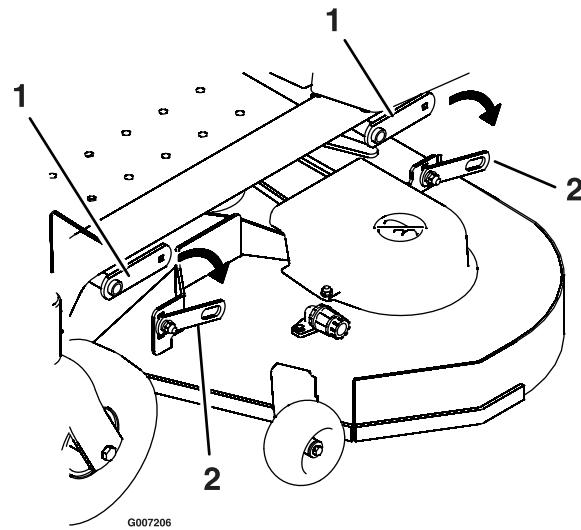

Figura 48
5. Retire la tuerca, el perno y el casquillo de pivote del tirante de la plataforma (Figura 47). Baje cuidadosamente la parte delantera de la plataforma del cortacésped al suelo (Figura 48).
5. Utilice los herrajes existentes para acoplar el tirante trasero de la plataforma del cortacésped al brazo de elevación de la plataforma (Figura 48).